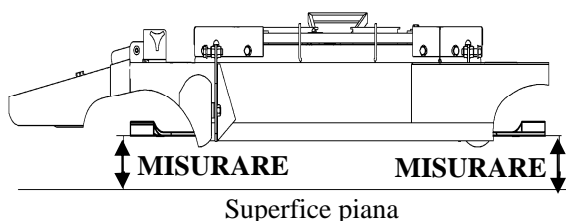

Fig. 17
- Posizionate la lama sinistra in posizione laterale e misurate la distanza dalla punta esterna della lama alla superficie piana (vedi Fig. 17).
Posizionate la lama destra in posizione laterale e misurate la distanza dalla punta esterna della lama alla superficie piana (vedi Fig. 17).